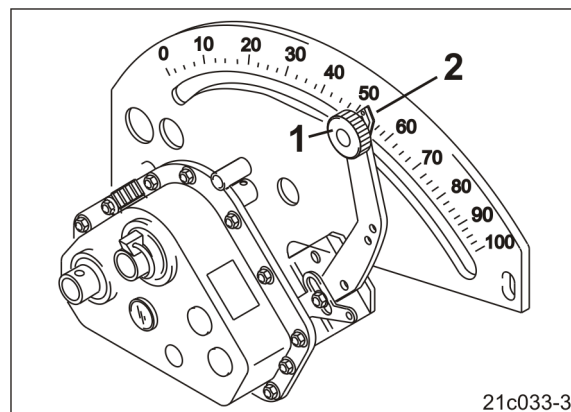

Fig. 79
6. Frigør stopknappen (Fig. 79/1).
8. Indstil geararmens viser (Fig. 79/2) **nedefra** til gearindstillingsværdien.